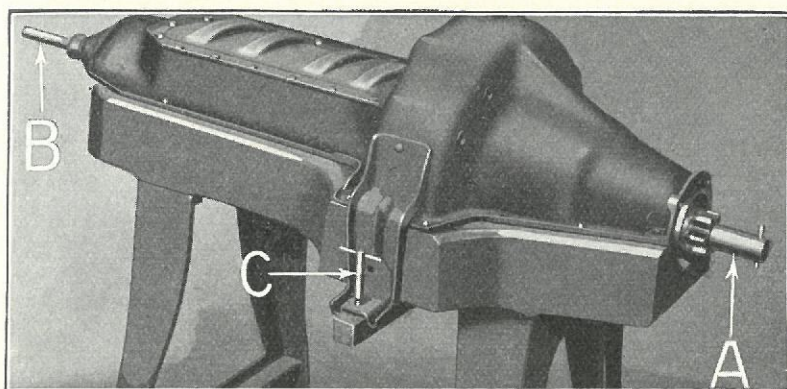

Fig. 212
- 327** Anbring Krumtaphuset paa en Specialretteplan for Ford-Krumtaphuse for at undersøge, om Krumtaphuset er skævt (Fig. 212). Huset skal slutte tæt til Retteplanen, naar Styretappene »A« og »B« er gaaet gennem saavel Krumtaphus som